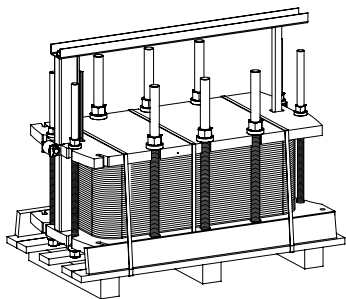

Fig. 1a
- Respectez les consignes d'élingage (Fig. 1a + 1b + 2).